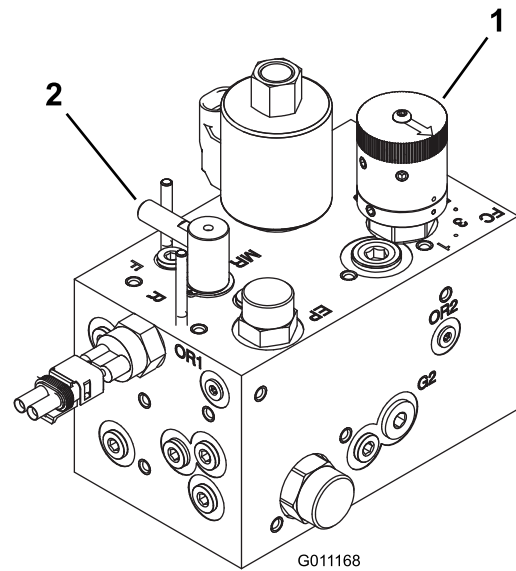

Bild 50
3. Drehen Sie das Spindeldrehzahlhandrad (Bild 50) auf die Zahl, die Sie in Schritt 1 ermittelt haben.